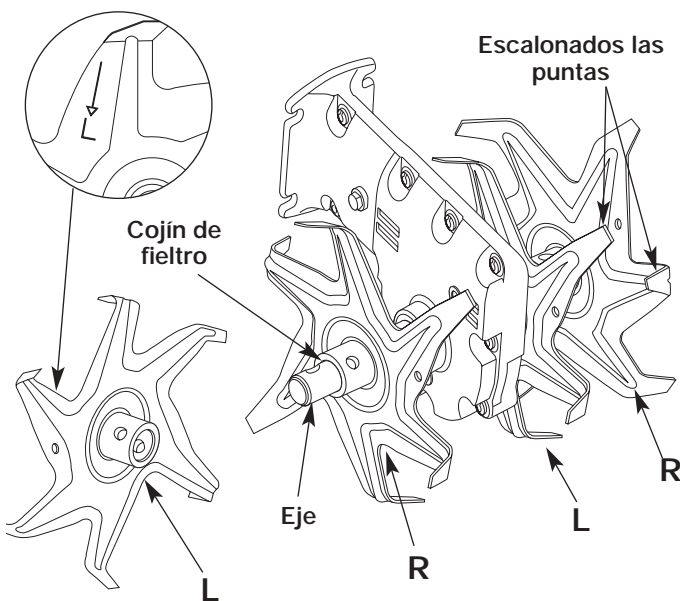

Fig. 7
7. Antes de volver a instalar los pasadores de horquilla y las presillas de los pasadores, asegúrese de que las puntas de los dientes estén escalonadas cuando se comparan entre sí (Fig. 7).